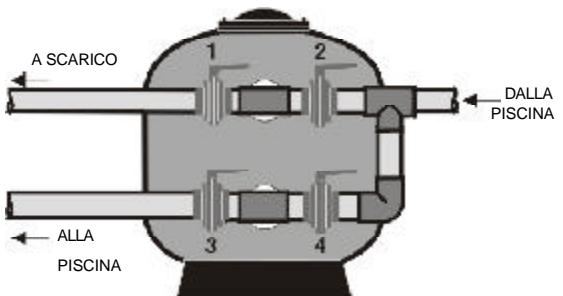

FIG.12
8.1 BATTERIE A 4 VALVOLE (FIG.12)